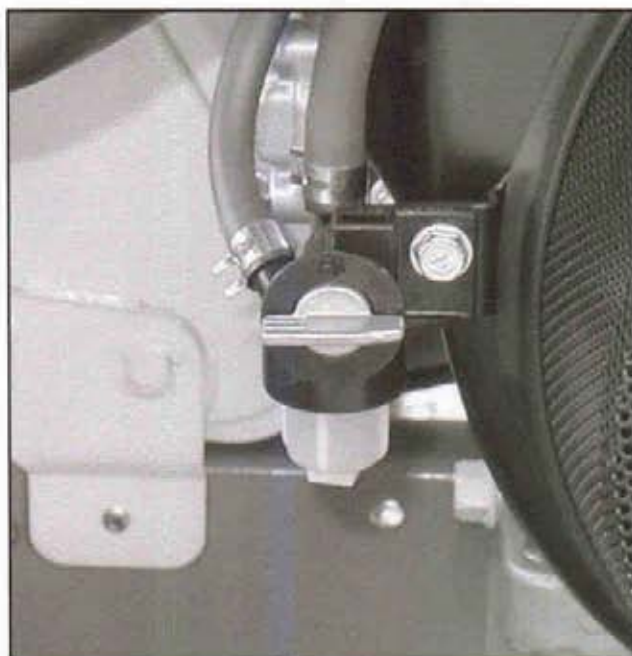

Figure 5
Le robinet d'essence (figure 5, repère 1) permet d'alimenter le moteur en carburant lorsqu'il est en position horizontale (comme sur la figure 5). Il coupe l'alimentation en carburant du moteur lorsqu'il est position verticale.
- Tournez le levier d'alimentation d'essence sur la position horizontal (figure 5, repère 1).